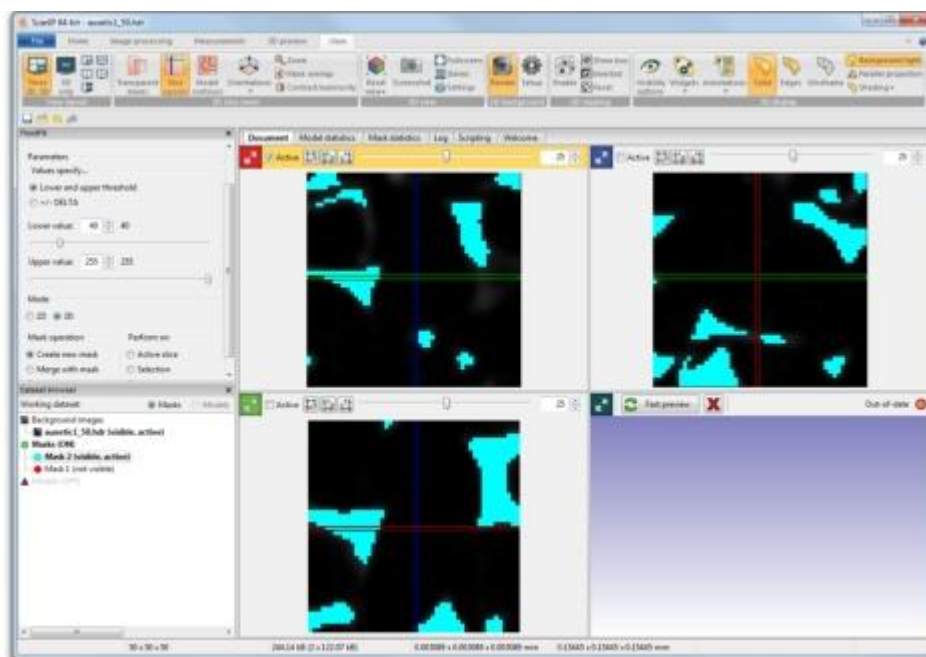

图 1-9 应用 Floodfill（蓝色蒙版）的泡沫
4. 运用种子填充，左键点击属于泡沫的一个像素点，注意不要选中空气（例如，像素点 13,36,0）如图 1-9